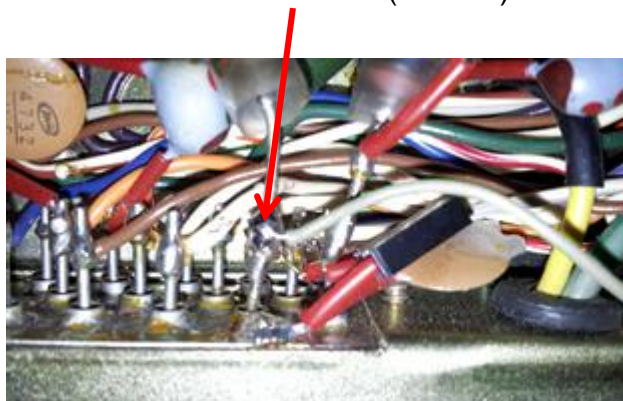

Abbildung 5
- ☐ Verlegen Sie den weissen Draht, welcher an der neuen Anzeigeplatine angelötet ist, bis an die Rückwand und löten sie ihn am Anschluss (+13.8V) der Kabeleinführung an (siehe Abbildung 5).